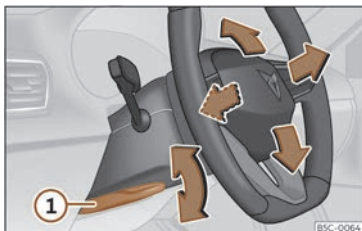

Fig. 65 Maneta din partea stângă jos a coloanei de direcție.
• Trageți maneta >>> **fig. 65 ①** în jos, aduceți volanul în poziția dorită și ridicați la loc maneta până când se blochează.
- După ce ați reglat coloana de direcție, împingeți maneta >>> **fig. 65 ①** ferm în sus pentru a vă asigura că poziția volanului nu se modifică în timpul deplasării.